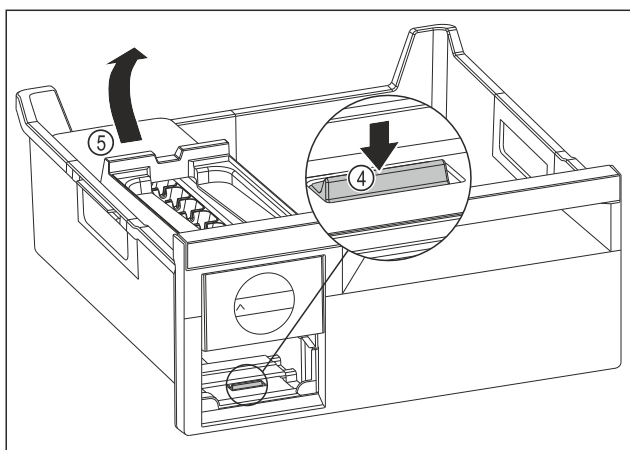

Fig. 111
- ▶ Estrarre il corpo dell'EasyTwist-Ice: Con un dito spingere la linguetta Fig. 111 (4) verso il basso e allo stesso tempo, con l'altra mano, sollevare il corpo dell' EasyTwist-Ice Fig. 111 (5) da dietro.